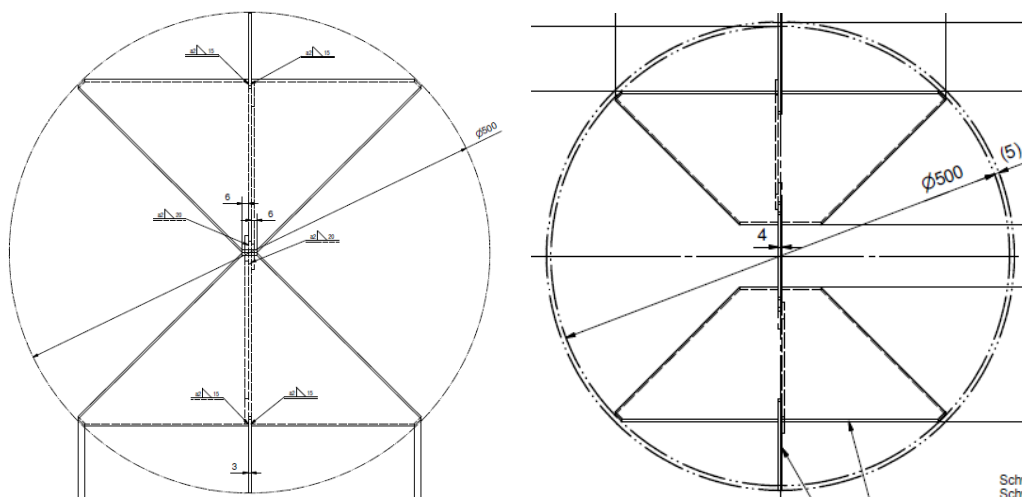

Fig. 4 – Vista posteriore del mixer di dosaggio e mixer statico
1. **I miscelatori di dosaggio e statici devono essere allineati**, l'uno con l'altro in modo da avere il vertice della piramide formata dal miscelatore che punta la direzione opposta della direzione dei fumi. I lati dei triangoli (o trapezi) formati di miscelatori devono essere disposti alla stessa angolazione rispetto all'asse verticale della sezione trasversale.(fig. 4)